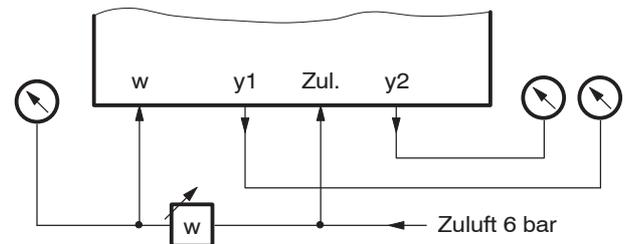

Abb. 36: Prüfschaltung
- g) Stellungsregler laut Prüfschaltung Abb. 36 anschließen. Zuluft 6 bar vorgeben.